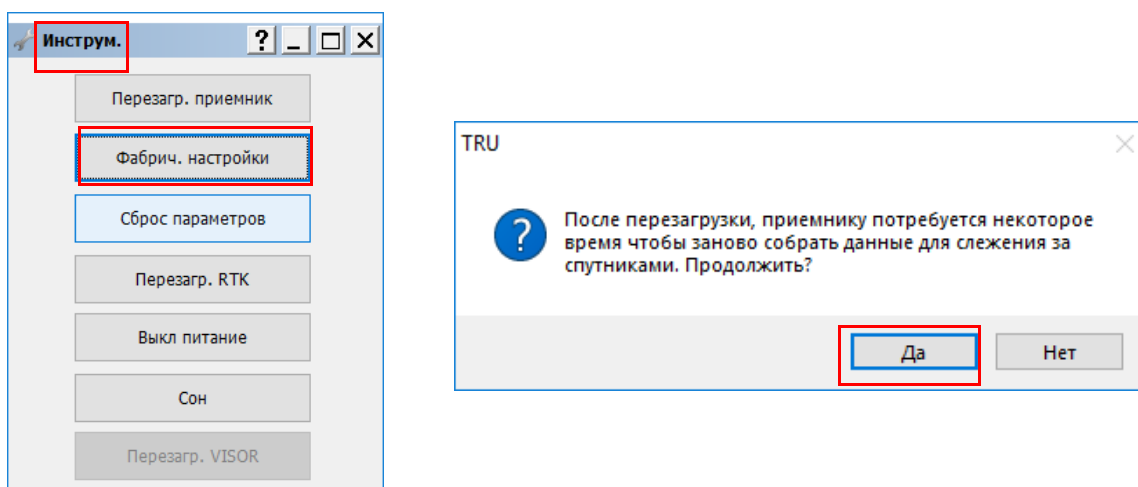

Рисунок 5-11: Окно Инструменты
6. В главном окне кликните по иконке **Инструм.**  . Откроется окно Инструм., в котором можно выполнить сброс к заводским настройкам и очистить NVRAM. (Рисунок 5-11).